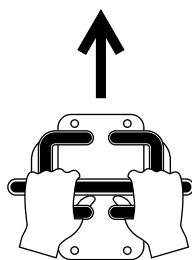

Figura 7
- Per avanzare, spostate entrambi i comandi della trazione in avanti (Figura 7).